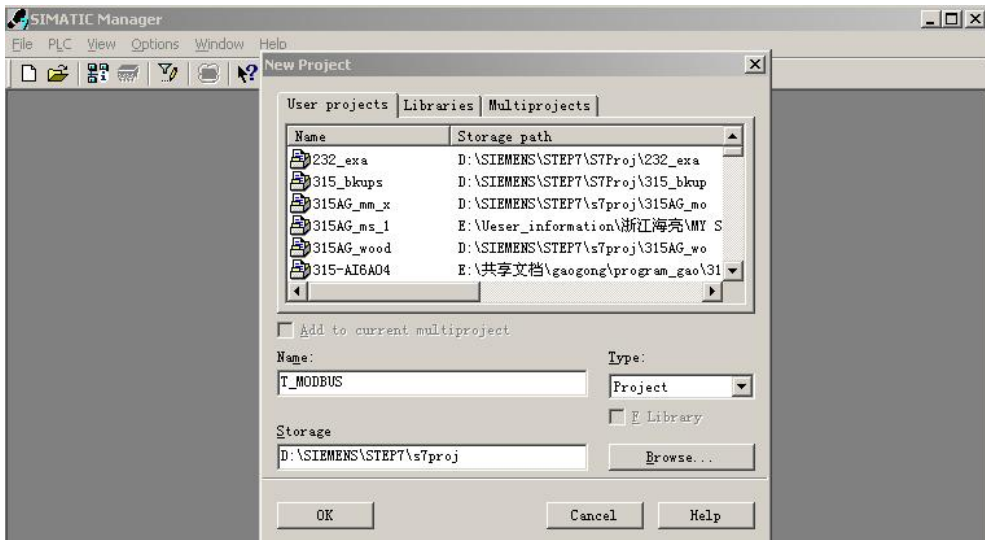

图 5-3
(3) File→New, 键入项目文件名: T_MODBUS, →OK, 见下图 5-3: